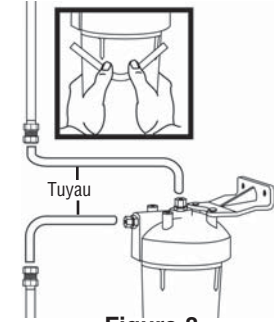

Figure 8
8. Couper deux longueurs de tuyau de cuivre mou de 3/8 po et plier pour donner la forme illustrée. Plier le tube de manière à former des courbes douces plutôt que des angles aigus. (Figure 8)